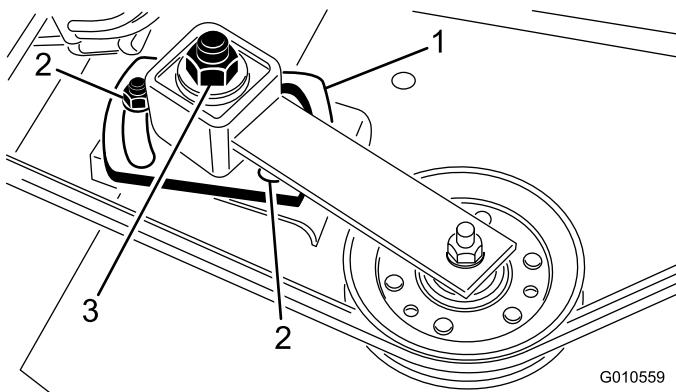

Figura 30
- Utilice una llave dinamométrica con llave de vaso para apretar la tuerca de ajuste de la polea tensora a 47–54 N·m (Figura 30).